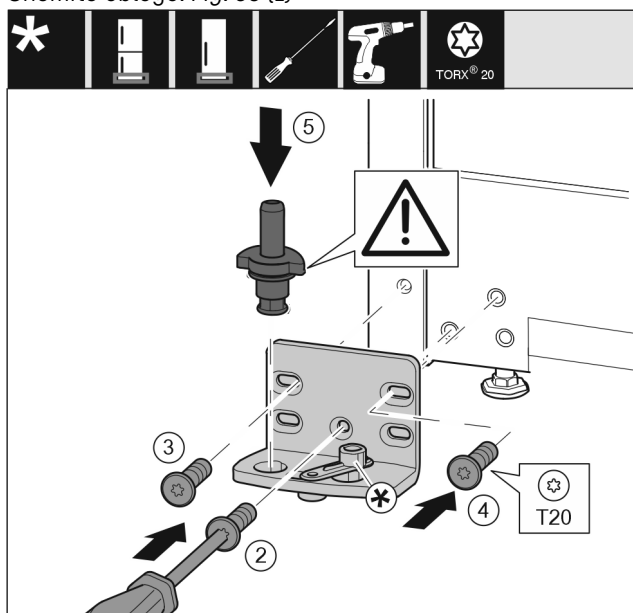

Fig. 36
- ▶ Ležajni podstavek namestite na drugo stran in privijte s pomočjo izvijača T20. Pričnite z vijakom 2 spodaj na sredini. Fig. 36 (2)
- ▶ Privijte vijaka 3 in 4. Fig. 36 (3,4)
- ▶ V celoti vstavite ležajni sornik. Pri tem pazite na to, da je zaskočni zapah obrnjen nazaj. Fig. 36 (5)
- ▶ Ležajni podstavek namestite na drugo stran in privijte s pomočjo izvijača T20. Pričnite z vijakom 2 spodaj na sredini. (2)
- ▶ Spoj blažilnika za zapiranje vrat obrnite za 180°. Na drugi strani ležajnega podstavka privijte z izvijačem T20. (5)
- ▶ V celoti vstavite ležajni sornik. Pri tem pazite na to, da je zaskočni zapah obrnjen nazaj. (6)